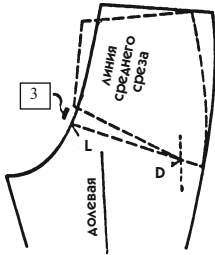

Рис. 770
1. Переведите чертеж верхней части задней половины с засечкой L и перенесите на копию засечку D с передней половины (рис. 770).
2. Соедините пунктирной линией обе эти засечки (рис. 770).
- Обведите новые контуры лекала и исправьте излом, образовавшийся на уровне засечки L по линии среднего среза (рис. 770, сплошные линии).